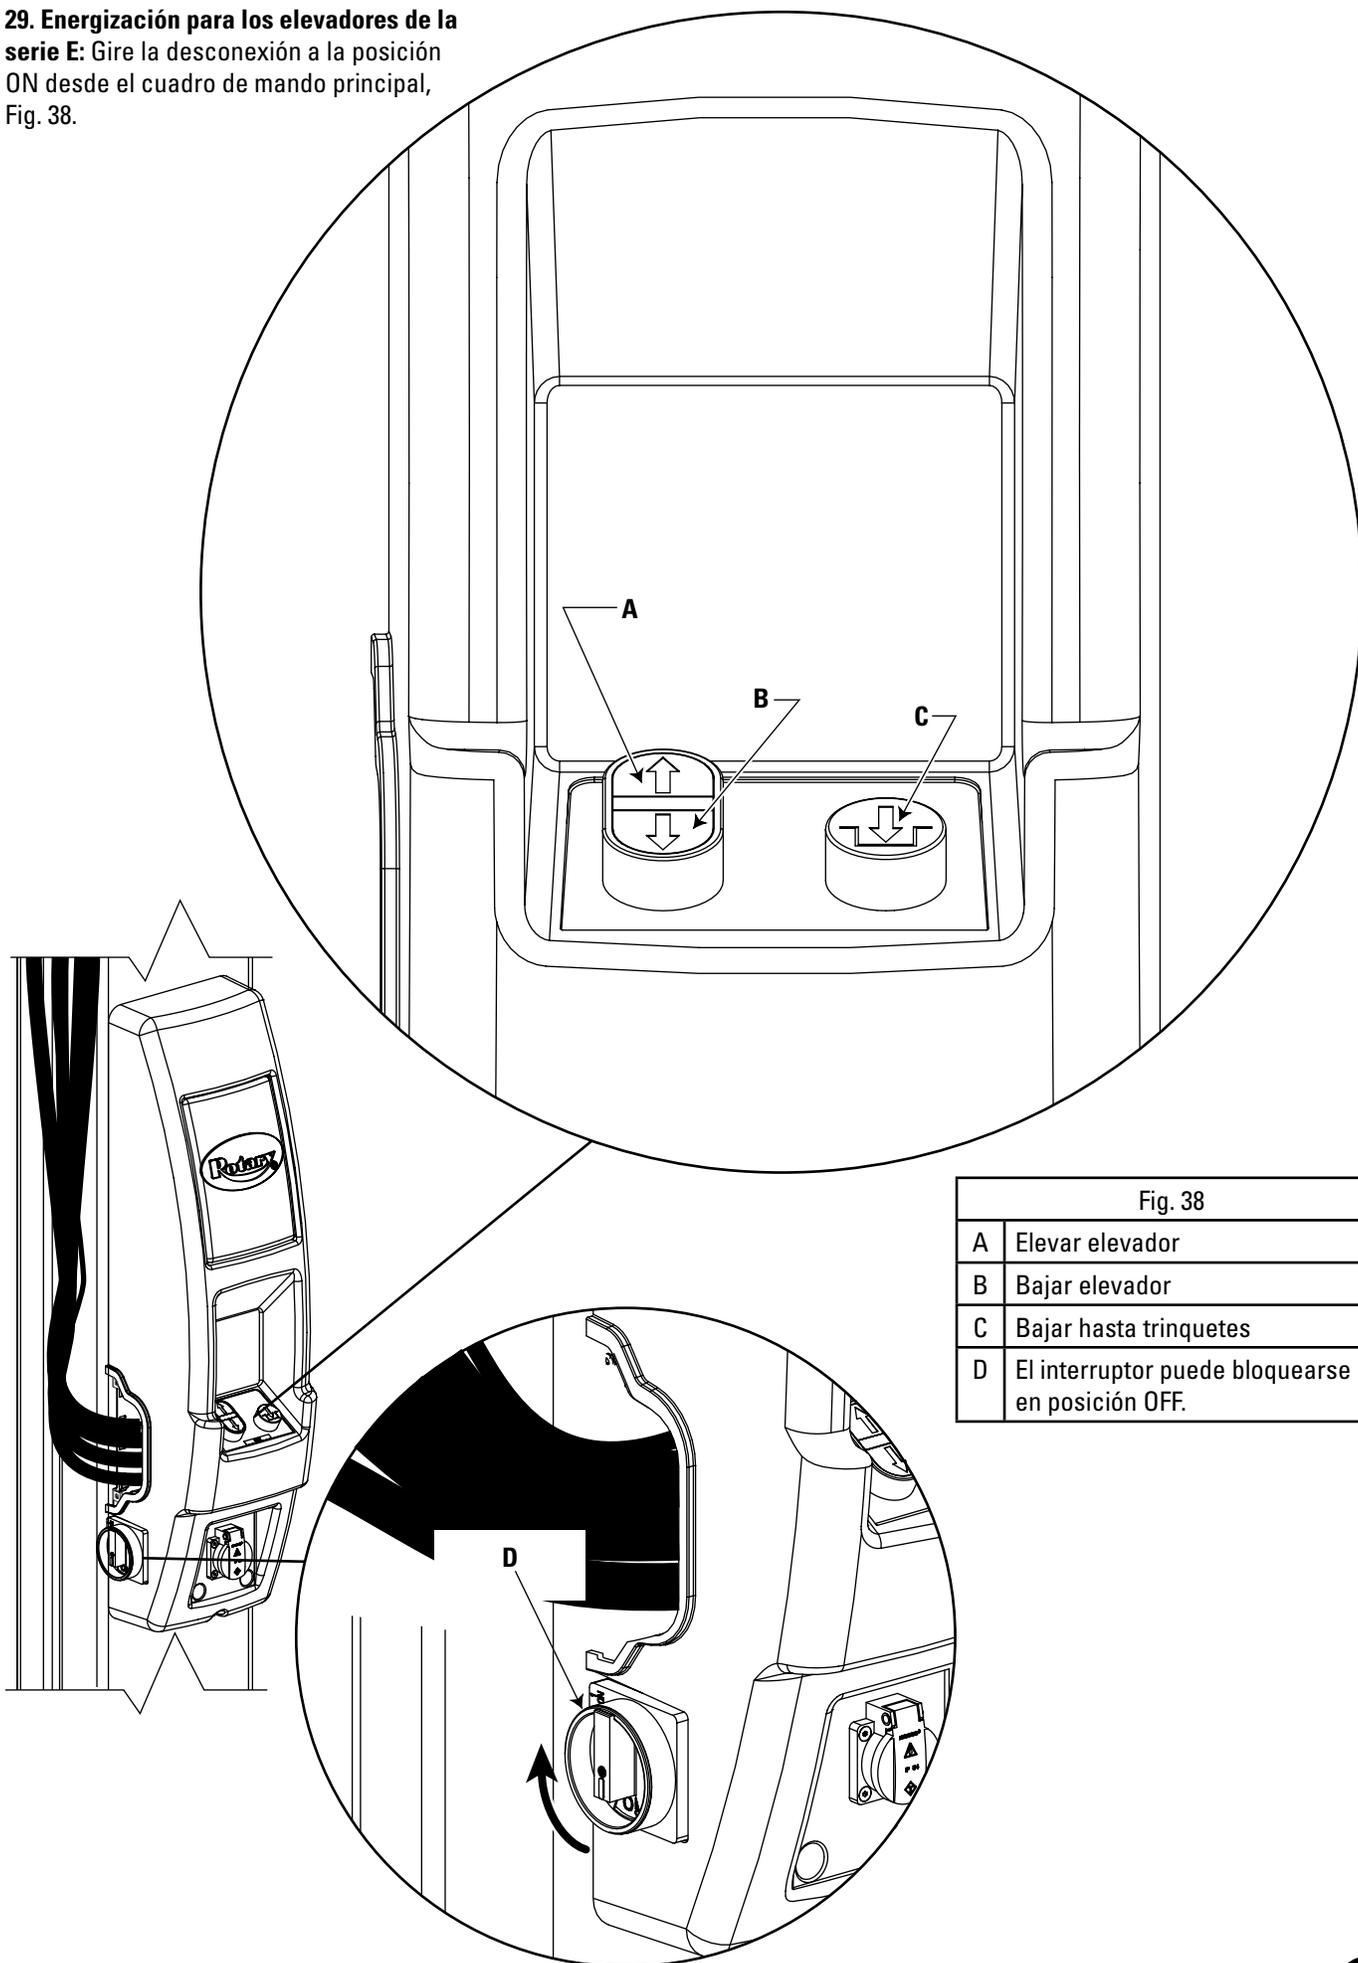

Fig. 38
29. Energización para los elevadores de la serie E: Gire la desconexión a la posición ON desde el cuadro de mando principal, Fig. 38.